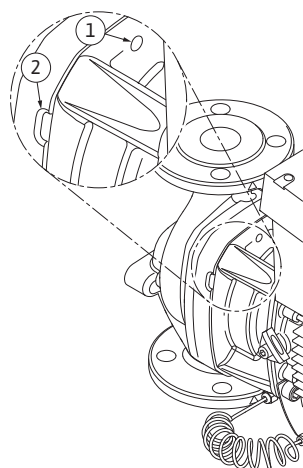

Fig. 50: Găuri filetate și fante pentru împingerea ansamblului motor cu rotor hidraulic din carcasa pompei
13. Împingeți ansamblul motor cu rotor hidraulic (vezi Fig. 13) din carcasa pompei. Pentru aceasta se recomandă utilizarea celor două găuri filetate (Fig. 50, Poz. 1), mai ales pentru slăbirea suportului. Pentru slăbirea fixării în suport, introduceți prin înfiletare șuruburi adecvate în găurile filetate. În cazul în care ansamblul motor cu rotor hidraulic se poate mișca ușor, pentru împingere se pot utiliza suplimentar fantele (Fig. 50, Poz. 2) dintre carcasa pompei și piesa intermediară (pentru aceasta introduceți de exemplu două șurubelnițe și utilizați-le pentru a forma o pârghie). După o cursă de depresare de cca. 15 mm, ansamblul motor cu rotor hidraulic nu se mai află în carcasa pompei.